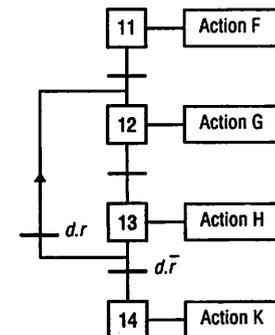

Fig. 9 : GRAFCET avec reprise de séquence, tant que la condition $d \cdot r$ n'est pas vraie.
c) Reprise de séquence (fig. 9)